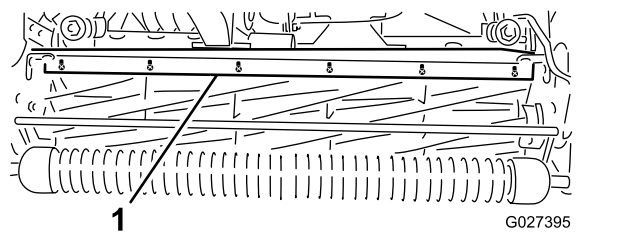

図 53
1. バー 図 53 をカッティングユニットに固定しているねじをゆるめる。